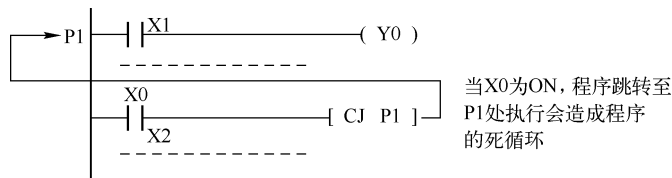

图 8-7 向回跳转会造成死机
(3) 标号一般设在相关的跳转指令之后，也可以设在跳转指令之前。但要注意从程序执行顺序来看，如果由于标号在前造成该程序的执行时间超过了警戒时钟设定值，看门狗动作，则 PLC 会重新启动，如图 8-7 所示。